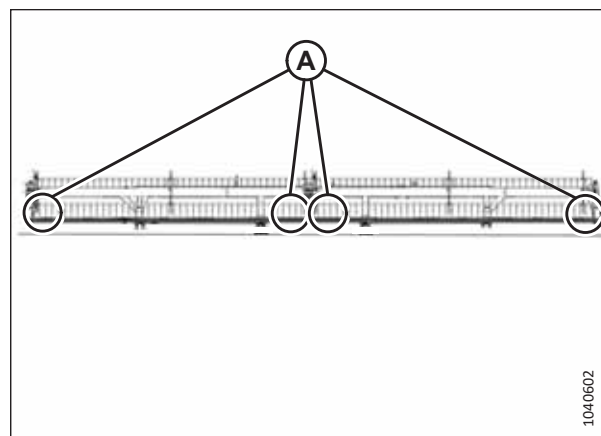

Рисунок 4.277: Расположение точек замера для жатки со сдвоенным мотовилом
- Рисунок 4.277, страница 427 — жатки со сдвоенным мотовилом